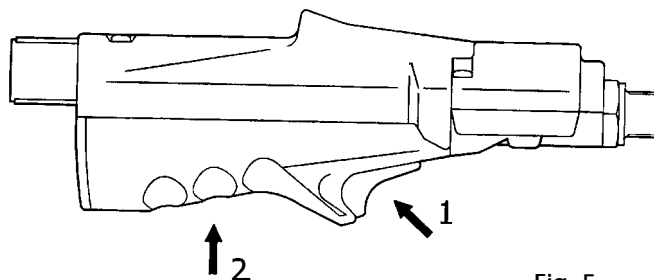

Fig. 5
- To open the valve and start the dispensing, it is necessary to first press the safety button (1) and then the trigger (2) (fig. 5). To lock the trigger (2) in open position, just stop pressing the safety button (1).
- To close the valve, press lightly on the trigger (2) and then release it.
- Para abrir la válvula y empezar el suministro, presionar primero el botón de seguridad (1) y posteriormente el gatillo (2) (Fig. 5). Para dejar el gatillo bloqueado en posición abierto solamente hay que soltar el botón de seguridad (1).
- Para cerrar la válvula y cortar el suministro, presionar el gatillo (2) ligeramente y luego soltarlo.
- Pour ouvrir la valve et procéder à la distribution de fluide, appuyer tout d'abord sur le bouton de sécurité (1) et appuyer ensuite sur la gâchette (2) (voir Fig.5). Pour maintenir la gâchette ouverte en position bloquée, il suffit simplement de relâcher le bouton de sécurité (2).
- Pour fermer la valve et bloquer ainsi la distribution de fluide, appuyer légèrement sur la gâchette (2) puis la relâcher.